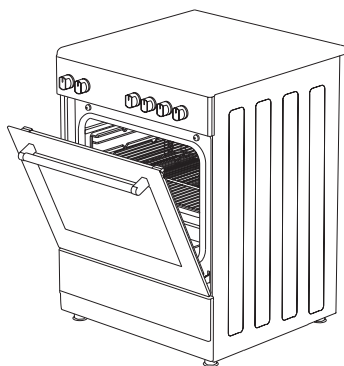

Figura 26
3. Coloque el panel de seguridad debajo del panel de mandos abriendo la tapa frontal del horno de cristal. (figura 26)